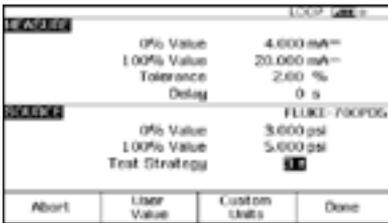

Figura 24.
- Ahora pulse "As Found" (Valor encontrado), seleccione "Instrument" y pulse Intro; después rellene la plantilla tal y como se indica en la Figura 24.